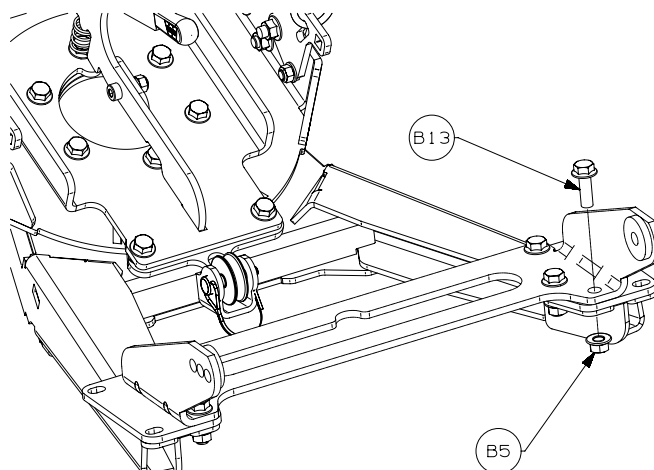

Figura 7
11. La base de fijación se encuentra en el conjunto de montaje de la pala de empuje del vehículo. Sitúe la base de fijación de la pala hacia el conjunto del tubo de empuje. Fije con los aseguradores (B5, B13) como se muestra en la figura 7. Apriete los aseguradores según las especificaciones de par de torsión indicadas.
12. Instale el ensamblaje de la polea (A9) utilizando el pasador que viene con el conjunto de la misma. Consulte la Figura 7